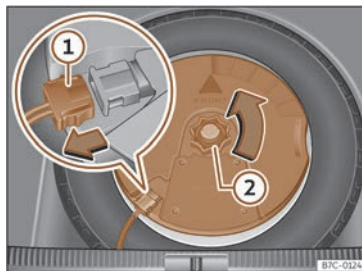

Fig. 234 Al maleter: desmuntar el subwoofer.
- Desconnecteu el cable de l'altaveu *subwoofer*»» fig. 234 ①.
- Gireu la rodeta de fixació en sentit contrari a les agulles del rellotge»» fig. 234 ②.